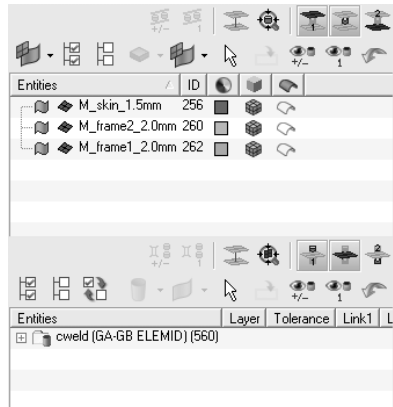

图 7-93 Connectors Browser
(4) 单击菜单栏 view 选择 Connectors Browser，打开连接单元查看器，如图 7-93 所示。